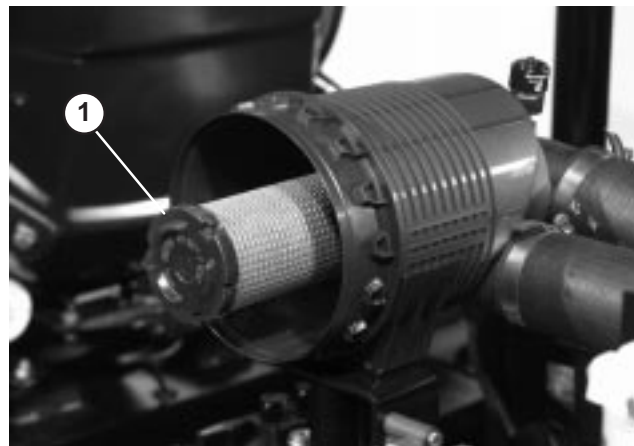

Figure 46
2. Sortez l'élément primaire (Fig. 45) du corps du filtre avec précaution pour ne pas déloger trop de poussière. Évitez de cogner l'élément contre les parois du filtre. **N'enlevez pas l'élément de sécurité (Fig. 46).**